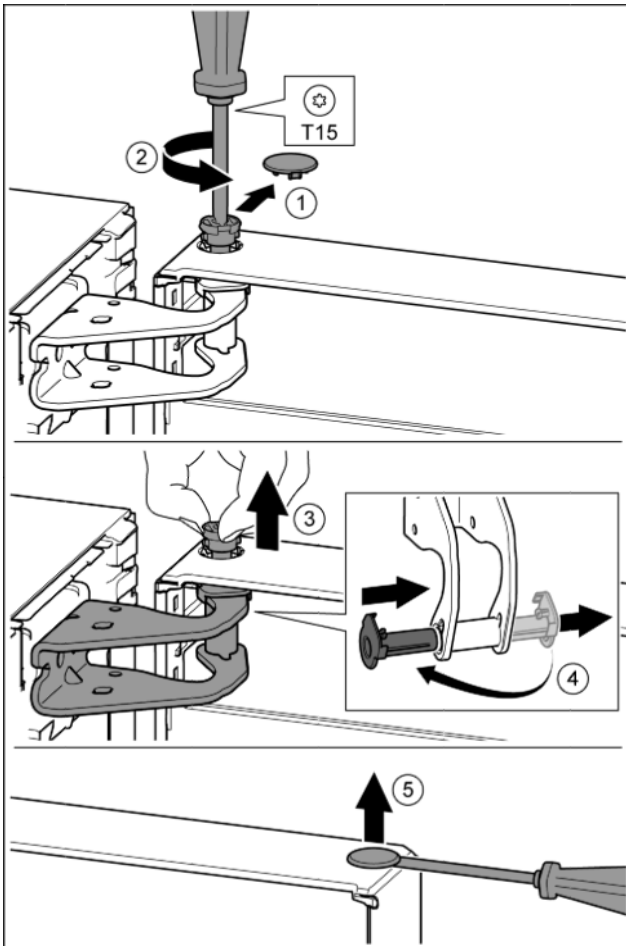

Fig. 11
- ▶ Bezpečnostní kryt opatrně stáhněte. *Fig. 11 (1)*
- ▶ Šroubovákem T15 o kousek vyšroubujte čep. *Fig. 11 (2)*
- ▶ Dveře držte a čep vytáhněte prsty. *Fig. 11 (3)*
- ▶ Vytáhněte ložiskové pouzdro z vedení. Vložte z druhé strany a zaklapněte. *Fig. 11 (4)*
- ▶ Plochým šroubovákem opatrně nadzvedněte zátku z ložiskového pouzdra dveří a vytáhněte ji. *Fig. 11 (5)*